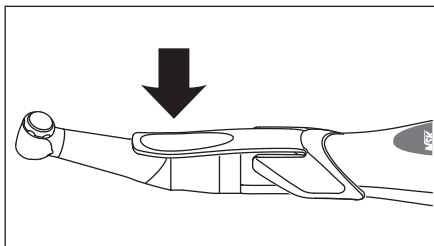

Рис. 8
- 3) Нажмите кнопку ПИТАНИЯ и удерживайте более 2-х секунд, чтобы включить прибор. Нажмите на часть рычага, показанную стрелкой на Рис. 8, и убедитесь, что вращение микромотора осуществляется правильно.